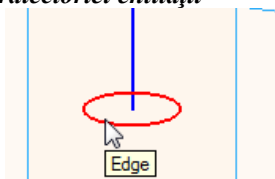
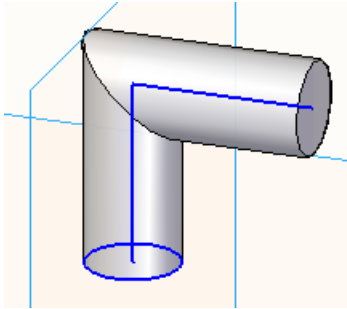

Fig. 8.7 Definirea secțiunii entității
Fig. 8.8. Entitatea sweep generată
- vom selecta secțiunea entității (*section*), conform fig. 8.7. Imediat după selecție, apare entitatea sweep, conform fig. 8.8